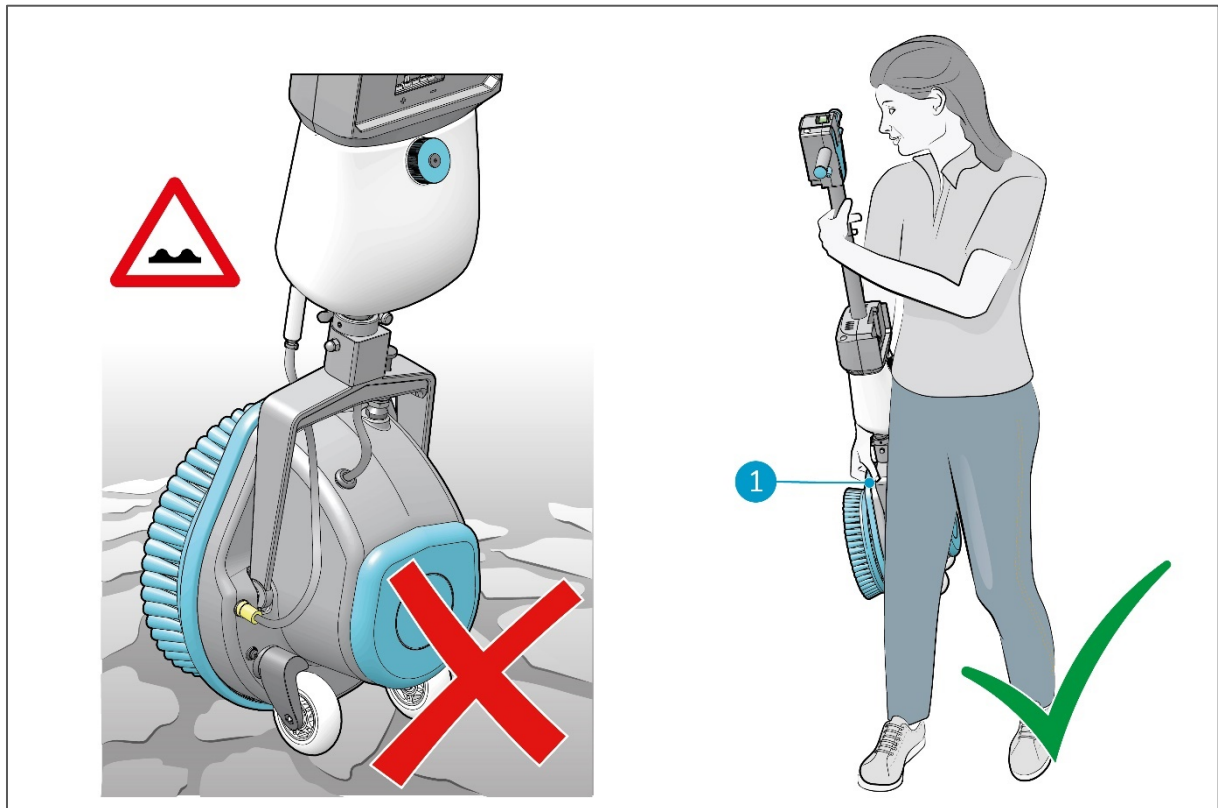

Figura 9
2. Trasportare i-scrub reggendo la testata con una mano (Figura 9, pos 1) mentre si tiene in manico con l'altra mano.